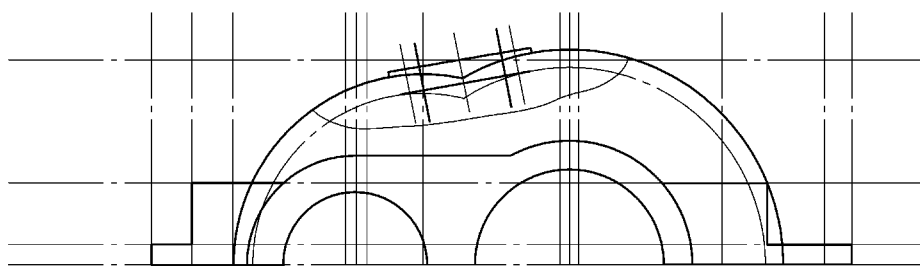

图 11-59 绘制波浪线
8) 切换至【细实线】层, 绘制波浪线, 如图 11-59 所示。